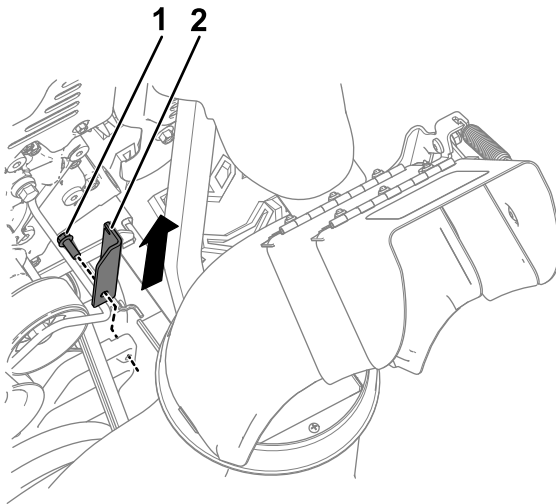

**Bild 4**
5. Montieren Sie die neue Fahrtriebsplatte mit dem zuvor entfernten Schraube an der Reibradplatte (**Bild 4**).